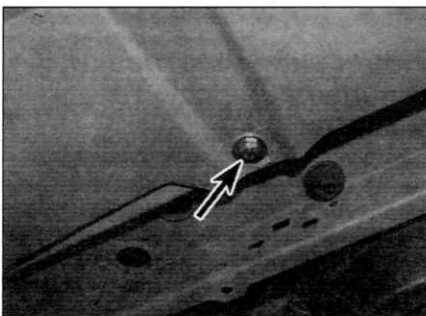

Рис. 6.4. Выверните болты (один из них отмечен стрелкой) крепления нижней передней части бампера к опорной платформе радиатора (ранние модели)
- 4 Выверните два болта крепления нижней передней части бампера к опорной платформе радиатора (рис. 6.4).